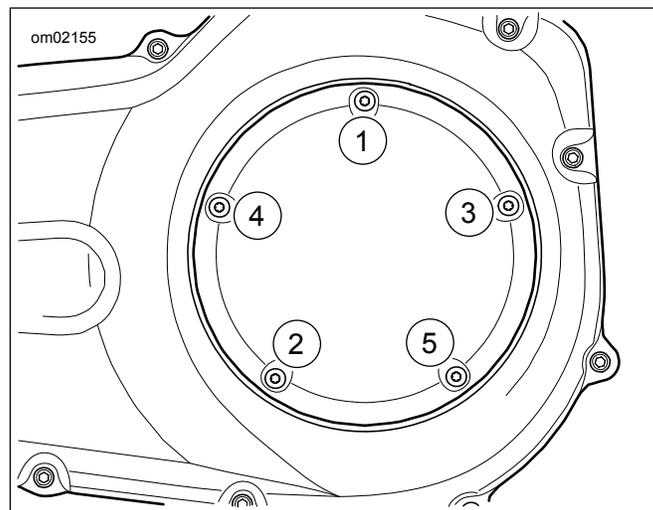

Figura 2. Sequência de torque
5. Veja Figura 2. Aperte os parafusos da tampa de inspeção na sequência mostrada.